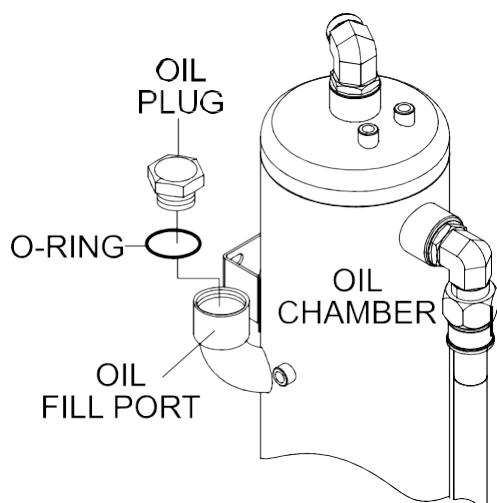

Рис. 31. Замена уплотнительного кольца (масляная камера)
1. Выверните пробку заливного отверстия компрессора (Рисунок 31) из заливного отверстия масляной камеры.